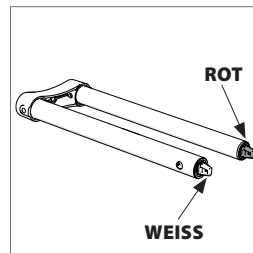

Abb. 1b
- Schlittenführungen. **(Abb. 1b)**